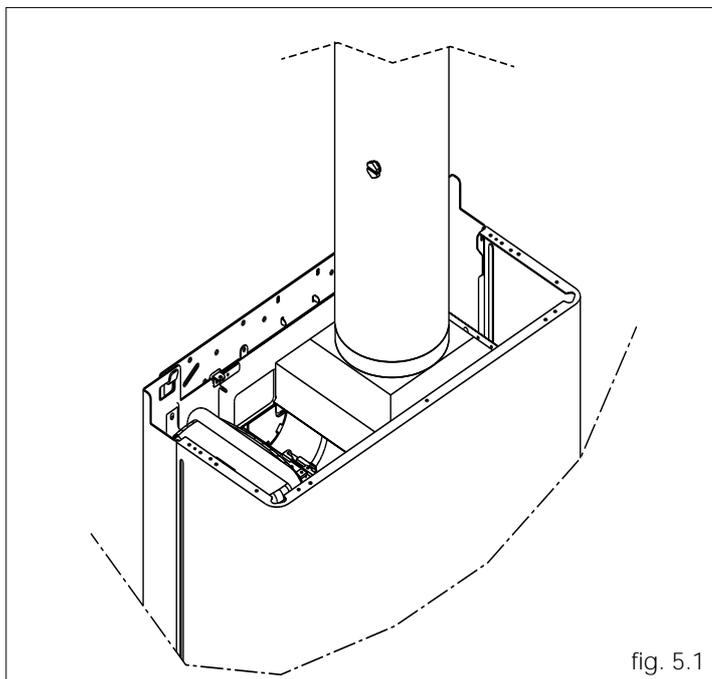

fig. 5.1
- Con la caldaia alla massima potenza, in modo  (estate), temperatura sanitario a 60°C, rubinetto dell'acqua calda alla massima portata, è possibile effettuare il controllo della combustione inserendo la sonda nel tratto di tubo rettilineo (fig. 5.1) posizionato dopo l'uscita della cappa ad almeno 400÷500 mm. dalla stessa (come prescritto dalle Norme vigenti)